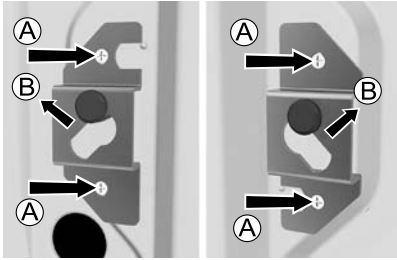

figure 1
- Desserrez les vis A fixant les équerres au dos de l'appareil (figure 1).
- Libérez légèrement les deux équerres B (figure 1) en les laissant sur les tiges de blocage (figure 2) – tournez l'équerre droite de l'autre côté.